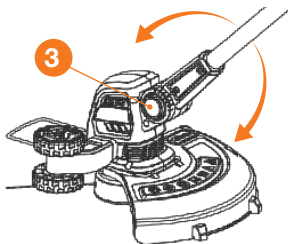

Рис. 9
3. Для изменения угла наклона косильной части – зажмите кнопку фиксатора **3** и установите в необходимое положение, после чего отпустите кнопку для фиксации (Рис. 9).